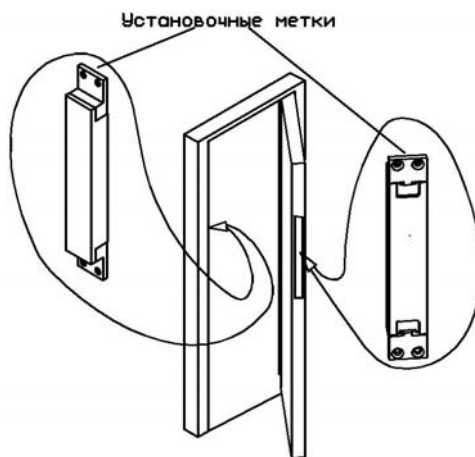

Рис. 2
- 6.1 ЗАМОК монтируется в средней части дверной коробки и дверного полотна см. рис. 2, при этом крепежные угольники корпусной и якорной частей, на которых нанесены установочные метки «ВЕРХ» должны быть сориентированы вверх.